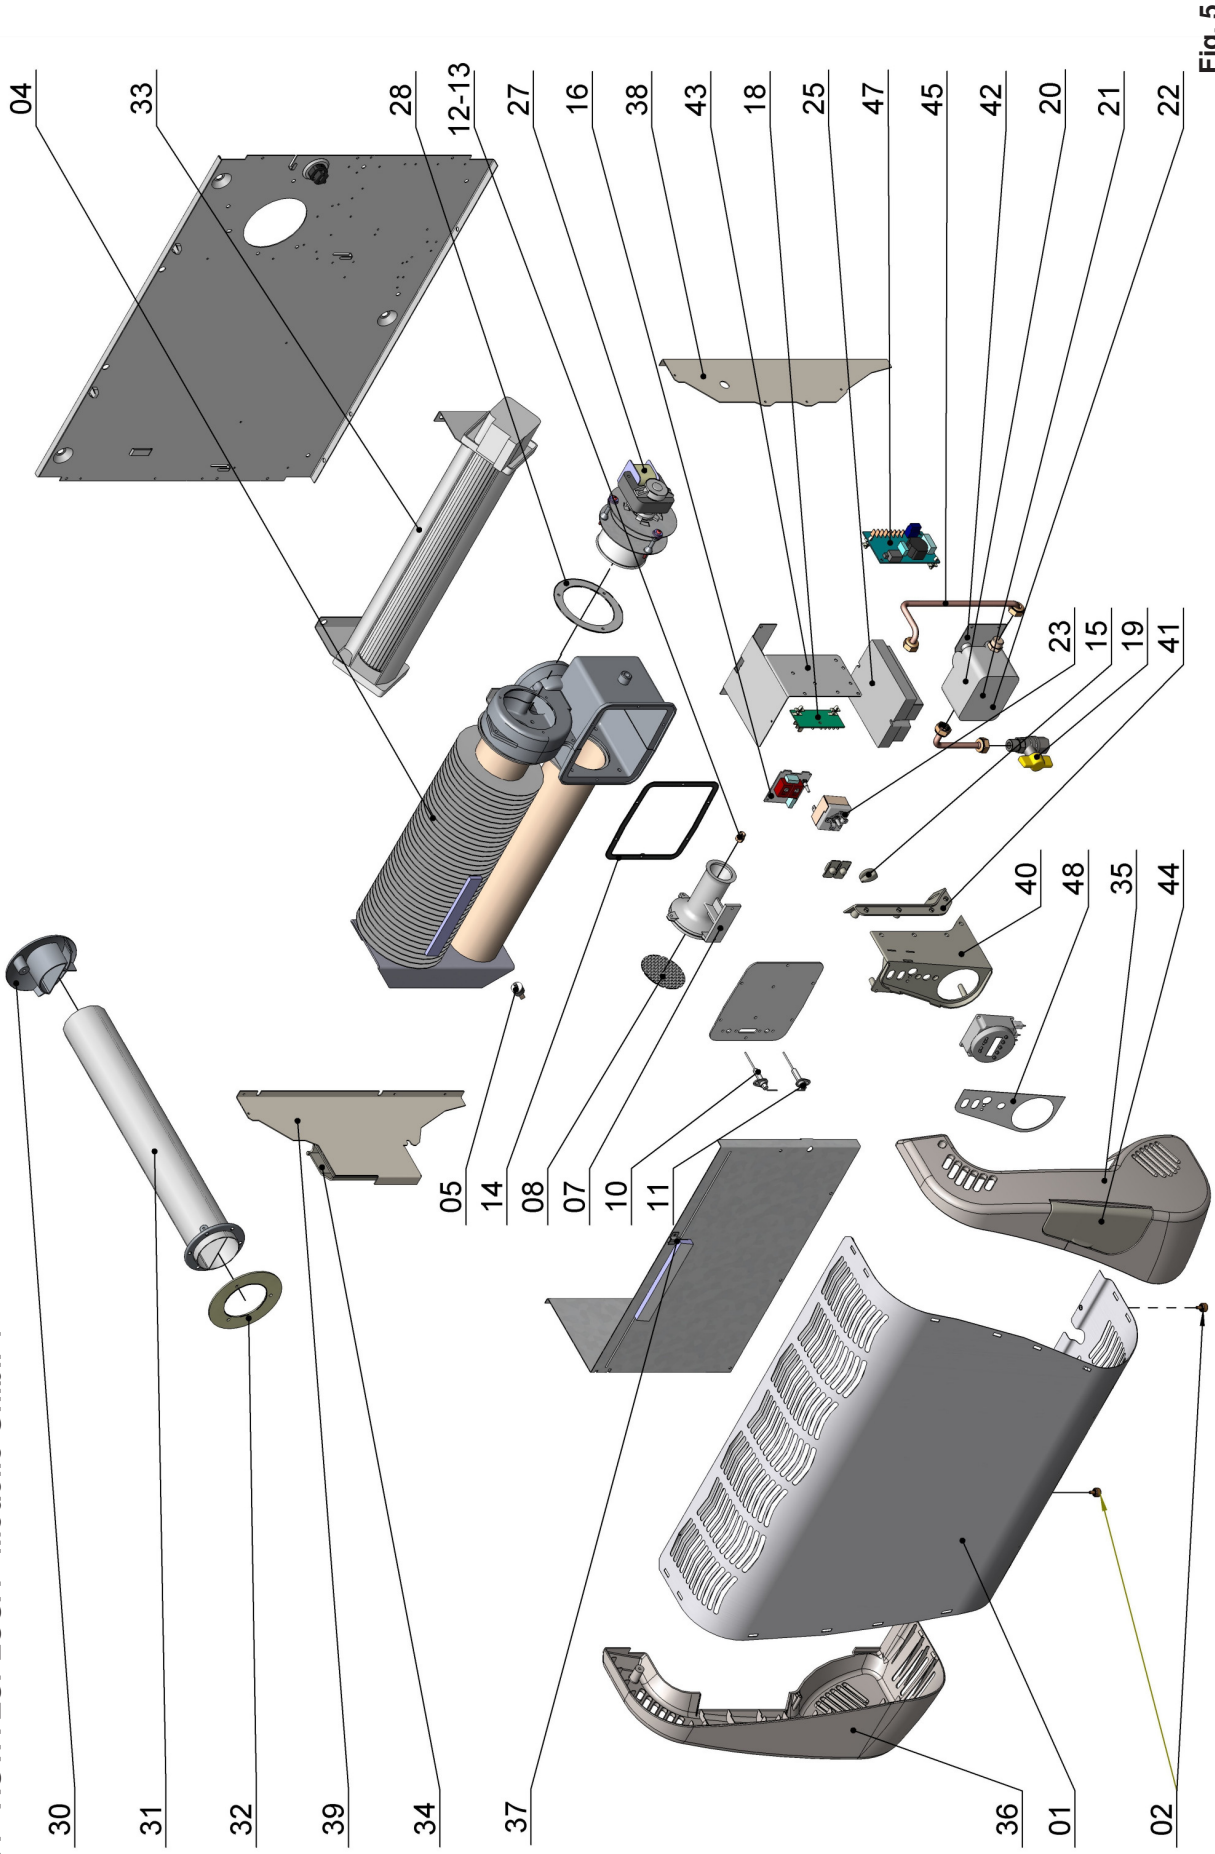

Fig. 5
**Legenda dei componenti Ghibli 4 (vedi fig.5)**